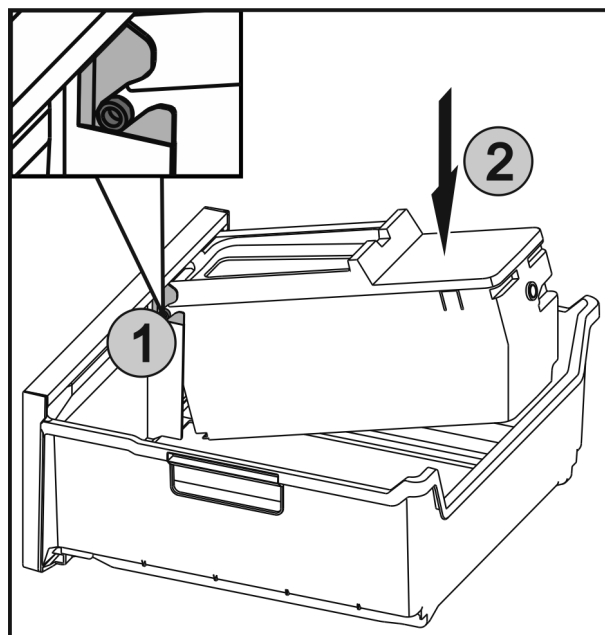

Fig. 40
- ▶ Osie Fig. 40 (1) na EasyTwist-Ice wsunąć w prowadnicę, a tylną stronę wcisnąć, Fig. 40 (2) aż nakładka się zazębi.